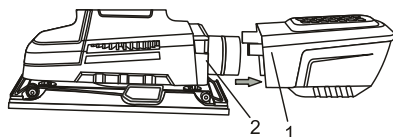

Fig. 2
1. La caja de polvo recogerá gran parte del polvo de lijado que se genera durante las operaciones de lijado. Como resultado, debe limpiarse periódicamente para que la recolección de polvo sea eficiente. 1. Apriete los lados de la caja de polvo (1) y sáquela de la parte trasera de la lijadora (2) (Fig. 2).